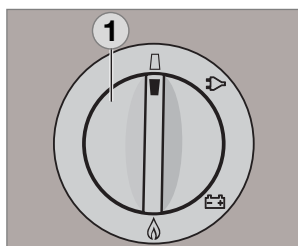
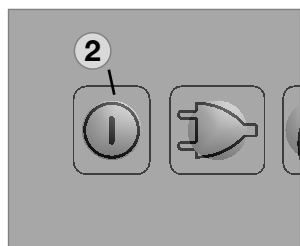

Fig. 40
Fig. 41
- Regule o interruptor selector de energia "1" para a posição "DES Ligado" em modelos com ignição por bateria. O aparelho está agora desligado (Fig. 40).
- Os modelos MES e AES são desligados atra vés da tecla (2). Manter premida a
tecla (2) por 3 segundos. O indicador apaga e o aparelho está completamente desligado (Fig. 41).